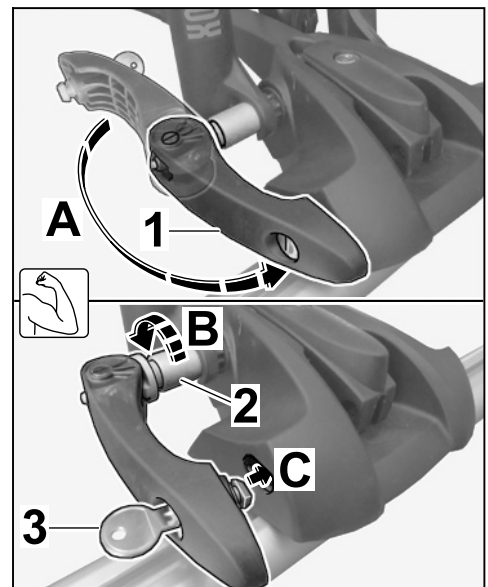

Bild 33
- 7.3.3 Spannhebel mit Kraftaufwand zur Aufnahme Vorderradgabel hin umlegen (⇒ Bild 33 -A-).
Bei zu hohem Kraftaufwand: Spannhülse ein oder zwei Umdrehungen lösen (⇒ Bild 33 -B-). Spannhebel mit Kraftaufwand zur Aufnahme Vorderradgabel umlegen (⇒ Bild 33 -C-).